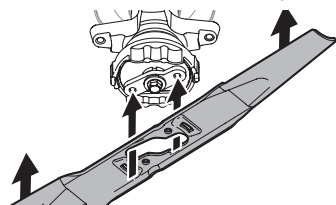

Figura 48
3. Posicione la cuchilla debajo del montaje de husillo, y alinee con cuidado el orificio grande del centro de la cuchilla sobre el retenedor de cuchillas del tractor. Consulte la Figura 48.